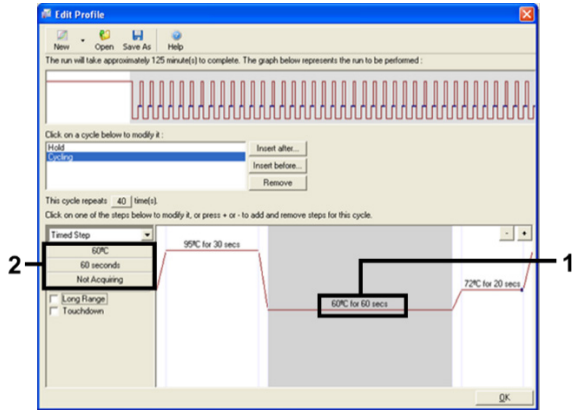

Figura 7. Passo de ciclagem a 60°C.
9. Destaque o segundo passo e defina-o para 60°C durante 60 segundos. Clique em Not Acquiring (Não adquirir dados) para ativar a aquisição de dados durante este passo. (Figura 7).